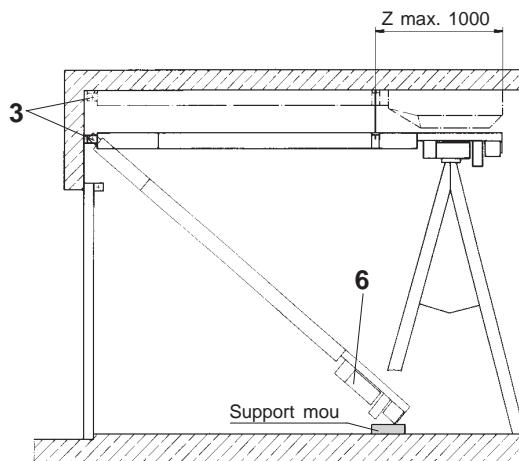

Fig. 4
- Avec un mouvement basculant, insérer les coulisseaux aux deux côtés dans le profil d'aluminium (8).
- Fixer l'équerre de suspension (7) et les accessoires contre le profil d'aluminium (8) selon le dessin annexé, en utilisant les vis à tête six pans avec nervures.
- A • Desserrer l'étrier avant (3) du rallongement de l'entraînement et le fixer contre le linteau.
• Soulever l'entraînement selon Fig. 4 et le visser contre l'étrier (3). Attention: Eviter d'endommager la tête de l'entraînement (6)!
- B • Les équerres de suspension avant (7) dans le profil d'aluminium (8) sont à pousser tout à l'avant.
- Soulever l'entraînement à l'arrière et appuyer la tête de l'entraînement (6), par exemple sur une échelle ou des chevalets. Fixer les équerres de suspension arrières (7) contre le plafond. Fig. 4 et Fig. 5